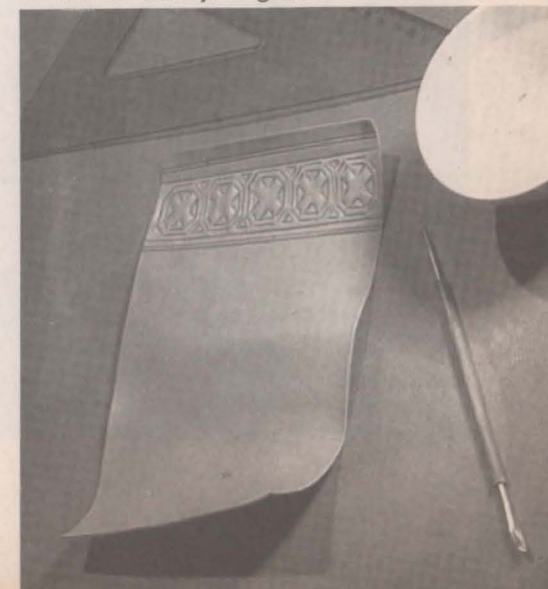

Fig. 16
9. Terminado el modelado (Fig. 16) se tiñe el trabajo a gusto.